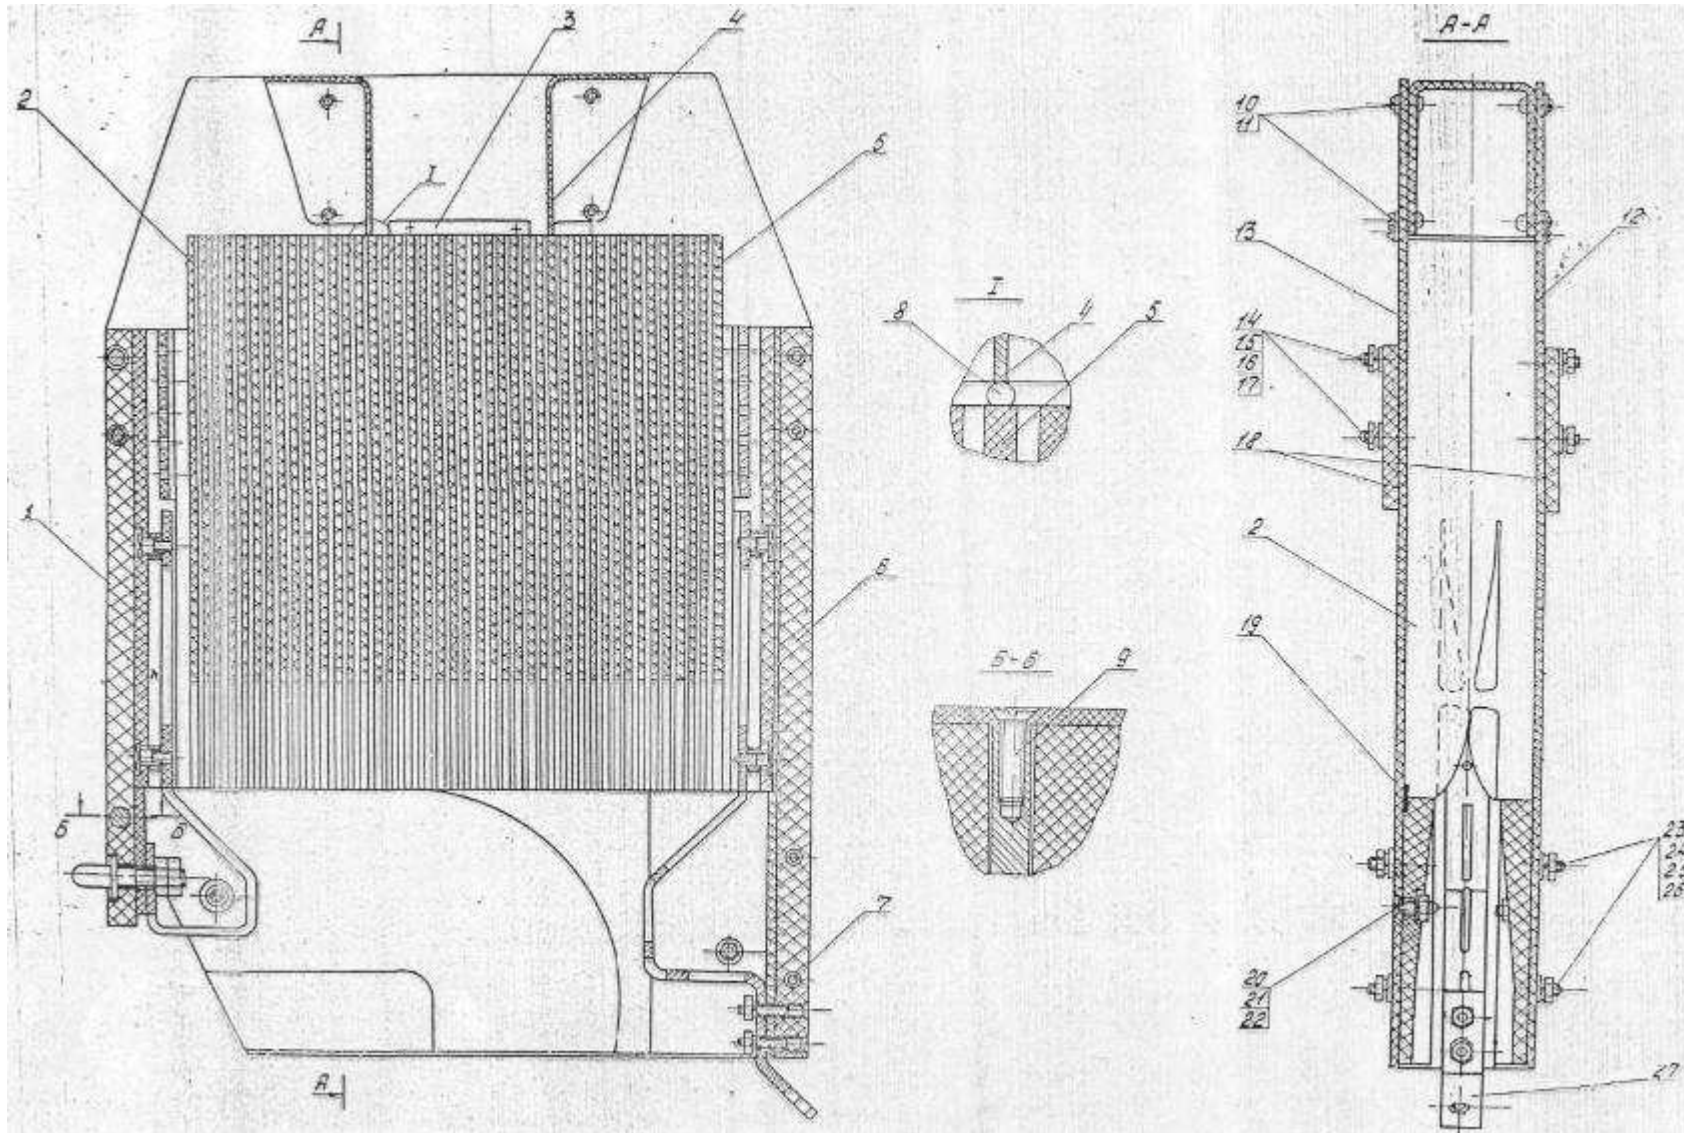

Рис.3. Камера в сборе:
03.3. Уложить камеру 2 (рис.3, см. вклейку) широкой стороной на стол, отвернуть гайки 15 и 24, снять с камеры 2 плиту 18.
03.10. Уложить пластины 5 в камеру 2 (см. рис.3) в строгом чередовании (за пластиной с вырезом справа должна идти пластина с вырезом слева, и наоборот). Полностью собранный пакет пластин должен иметь толщину 345±5 мм.